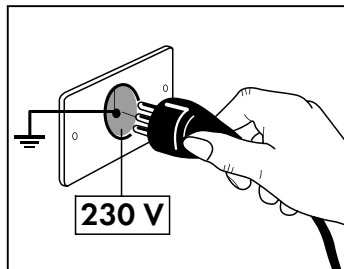

Fig. 1
- Assicurarsi che l'impianto elettrico di rete (230V- 50 Hz) sia munito di messa a terra e di protezione salvavita, secondo quanto prescritto dalle normative esistenti in materia (**Fig. 1**)